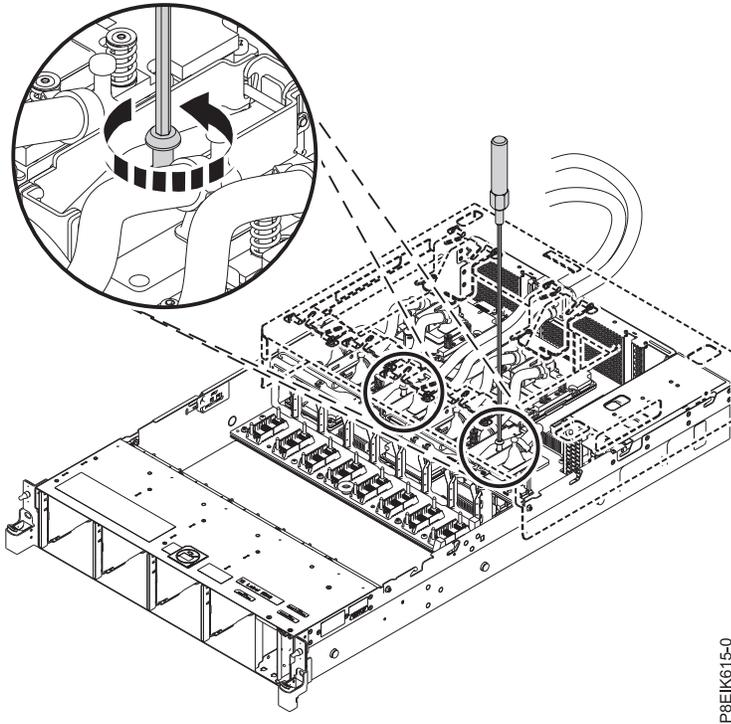

Figure 16. Desserrage de la vis de maintien de la plaque froide
- c. Dans le cas d'un module processeur, desserrez la vis de maintien de la plaque froide en tournant la clé hexagonale fournie dans le sens contraire des aiguilles d'une montre (voir figure 16, à la page 15). Desserrez la vis de sorte qu'elle puisse bouger librement.